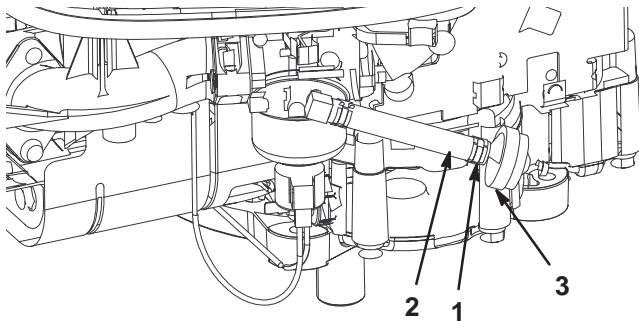

Bild 25
8. Drücken Sie die Enden der Schlauchklemme zusammen und schieben sie an der Kraftstoffleitung nach oben zum Kraftstofftank (Bild 25).
9. Ziehen Sie die Kraftstoffleitung vom Filter (Bild 25) herunter und lassen das Benzin in einen Benzinkanister oder eine Auffangschale ablaufen.
Tauschen Sie den Kraftstofffilter alle 100 Betriebsstunden oder mindestens einmal pro Jahr aus. Tauschen Sie den Kraftstofffilter am besten aus, wenn der Tank leer ist (Bild 25). Bringen Sie niemals einen schmutzigen Filter wieder an, nachdem Sie ihn von der Kraftstoffleitung entfernt haben.
7. Drücken Sie die Enden der Schlauchklemmen zusammen und schieben Sie sie vom Filter weg (Bild 25).